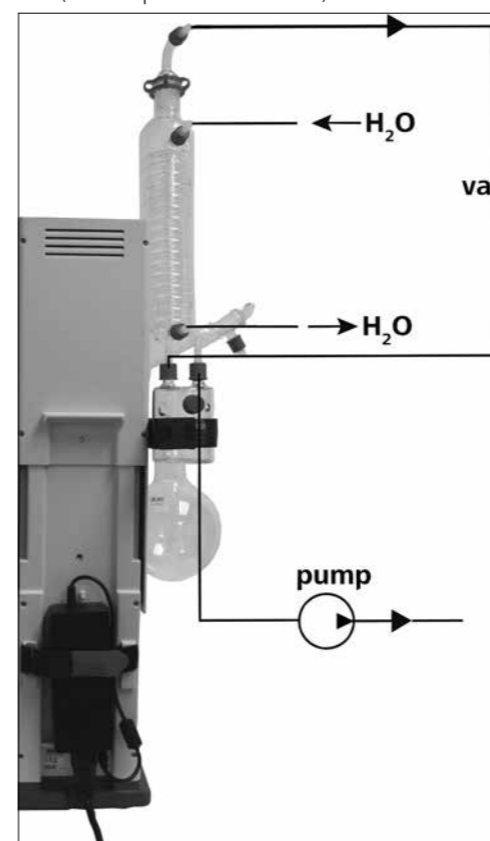

Fig. 20
- Raccordez les flexibles d'eau (**H2O**) au condenseur selon le principe du courant contraire. (Fig. 20)